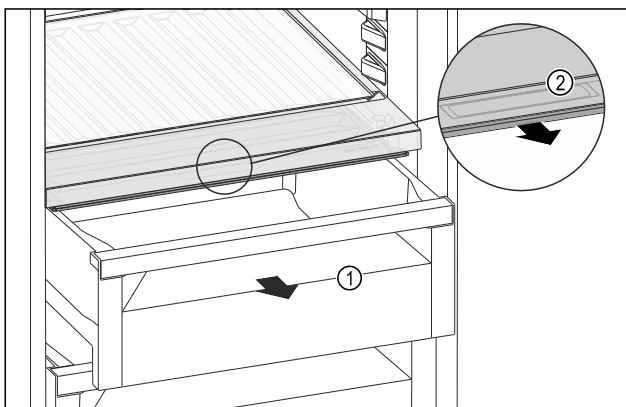

Fig. 118
- ▶ Extraer el compartimento Fig. 118 (1).
- ▶ Agarrar el tirador empotrado Fig. 118 (2) en la tapa del compartimento y tirar de la tapa del compartimento hacia delante al mismo tiempo.